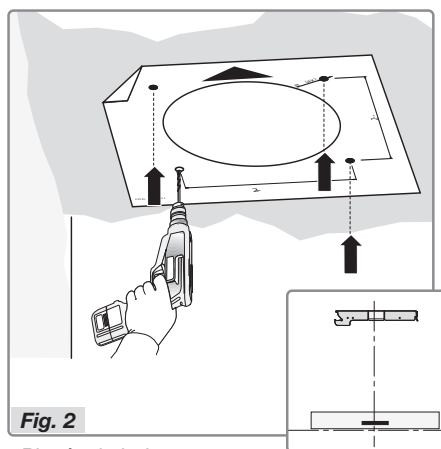

Fig. 2
- Placér skabelonen mod loftet med pilen på samme side som emhætten kontrolpanel (fig. 2).